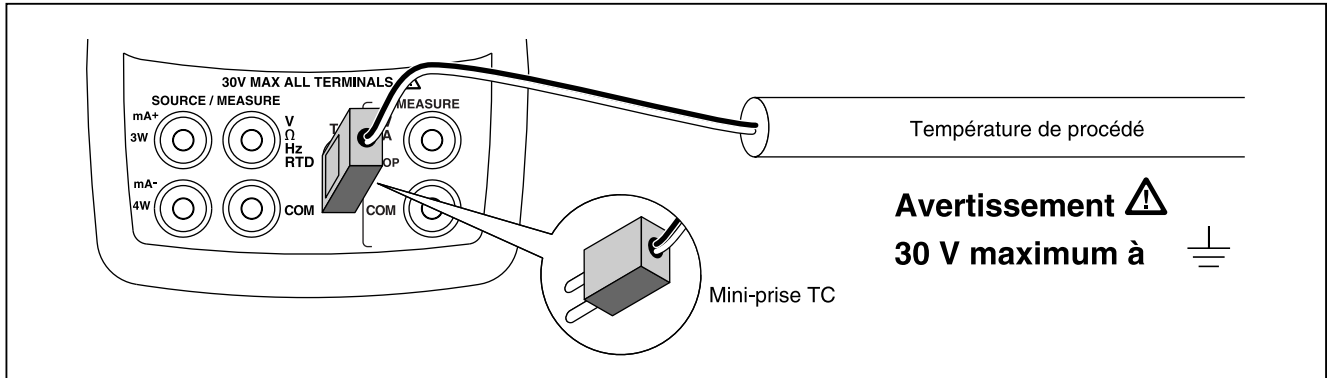

Figure 10. Mesure de température avec un thermocouple
2. Branchez les fils du thermocouple sur l'entrée/sortie TC par l'intermédiaire de la mini-prise TC adéquate, comme l'indique la figure 10.